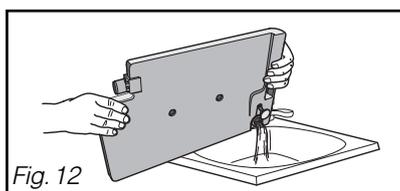

Fig. 12
**Le bac de récupération doit être vidé après chaque cycle de séchage (Fig.12).**
- Videz le bac (Fig. 12).